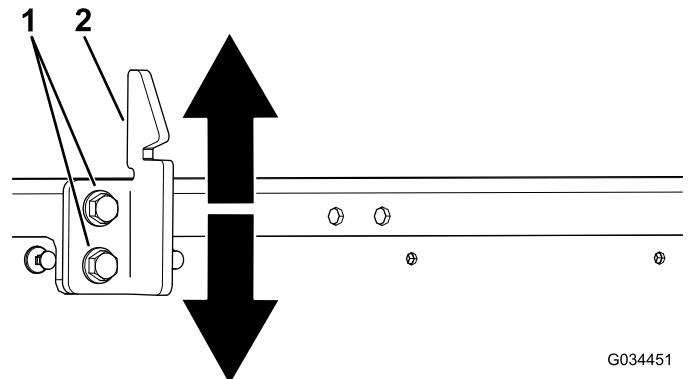

Figura 55
3. Desaperte os dois parafusos na régua do trinco da plataforma e mova a régua para cima ou para baixo, dependendo se a régua está muito alta ou muito baixa (Figura 55).
4. Aperte os dois parafusos na régua do trinco da plataforma (Figura 55).